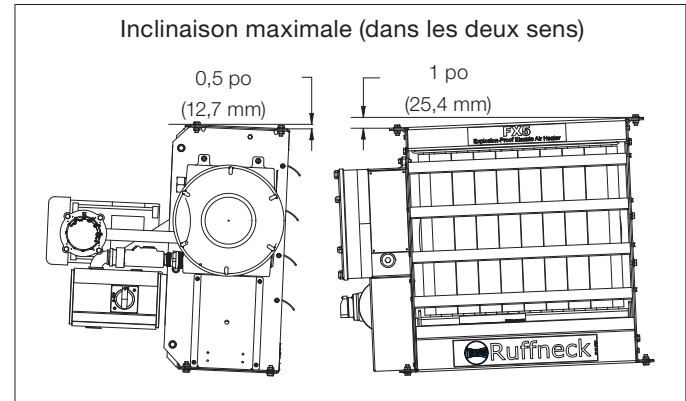
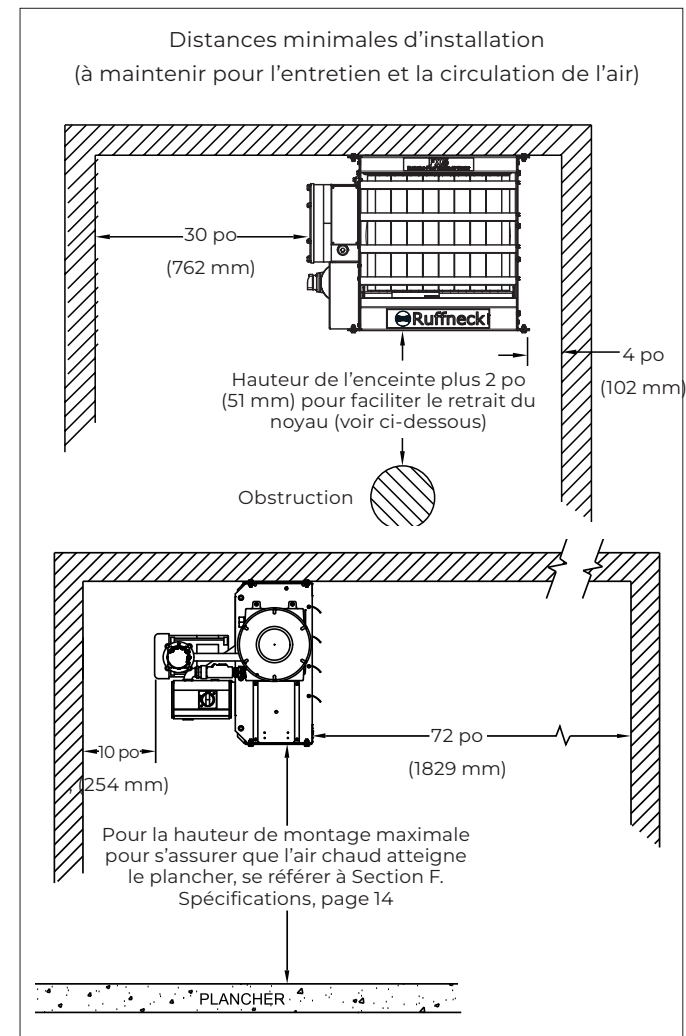

Figure 3
Figure 4
- 2.1 L'appareil de chauffage doit être monté en permanence en position verticale et à niveau pour pouvoir fonctionner. Voir Figure 3, Figure 4 et Figure 5 à la page 7 and 8 pour les angles d'inclinaison maximum, les dégagements d'installation et les dimensions physiques. Pour faciliter l'installation, divers kits de montage sont disponibles en usine.